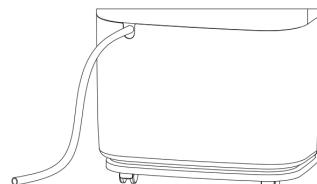

Рис. 4
• **B. Непрерывный слив (Рис. 4).** Для слива конденсата подсоедините дренажный шланг к отверстию в верхней части бака и организуйте отвод воды в специальную емкость либо в канализационное отверстие.